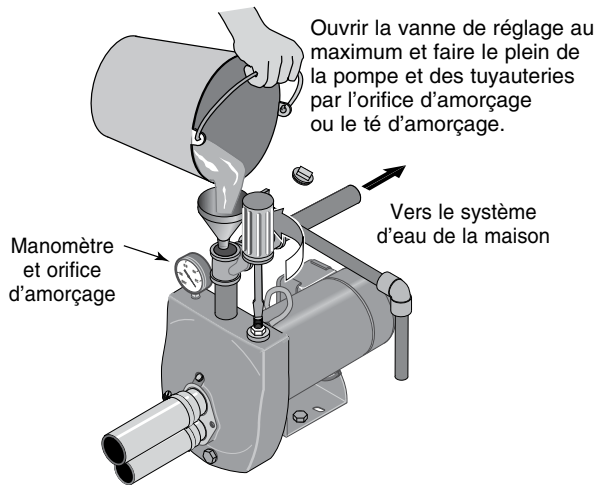

Figure 12 : Remplissage de la pompe
1. Ouvrir au maximum la vanne de réglage (voir la Figure 12), déposer le bouchon d'amorçage de la pompe, puis faire le plein de la pompe, de toutes les tuyauteries entre la pompe et le puits et s'assurer que toutes les tuyauteries du puits sont pleines d'eau. Si un té d'amorçage a été posé sur le tuyau d'aspiration, déposer le bouchon du té et faire le plein de la tuyauterie d'aspiration.